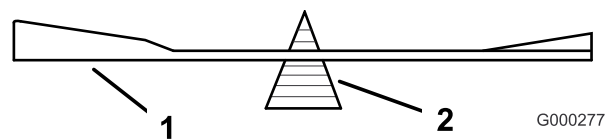
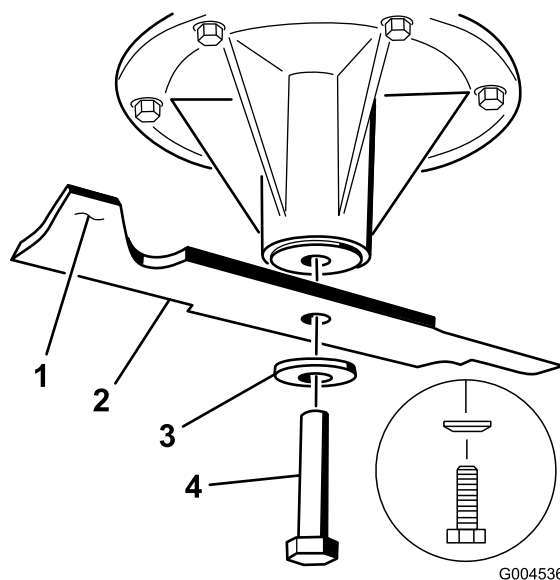

Figura 102
Figura 103
1. Instale la cuchilla en el eje (Figura 103).
2. Instale la arandela de muelle y el perno de la cuchilla. El cono de la arandela de muelle debe estar orientado hacia la cabeza del perno (Figura 103). Apriete el perno de la cuchilla a 115-150 Nm (85 –110 pies-libra).
2. Verifique el equilibrio de la cuchilla colocándola sobre un equilibrador de cuchillas (Figura 102). Si la cuchilla se mantiene horizontal, está equilibrada y puede utilizarse. Si la cuchilla no está equilibrada, rebaje algo el metal en la parte de la vela solamente (Figura 103). Repita este procedimiento hasta que la cuchilla esté equilibrada.